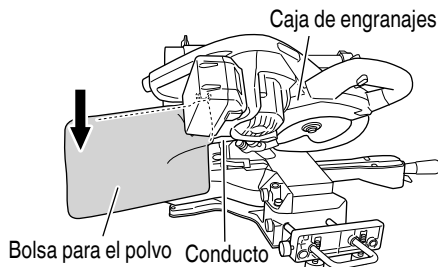

Fig. 51
14. Utilizando la bolsa para el polvo (accesorio estándar) (Fig. 51)